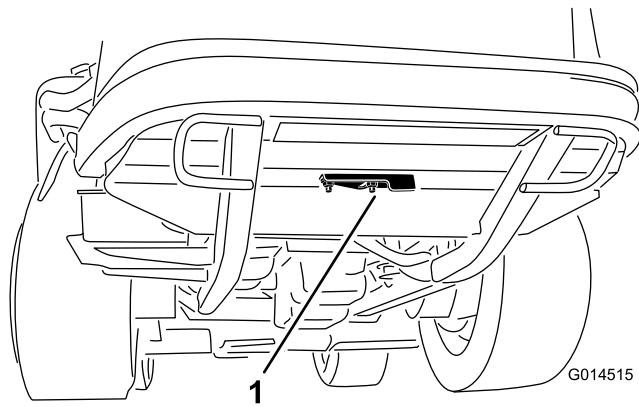

Figura 43
2. Desaperte a porca flangeada que prende a cobertura à parte inferior da estrutura traseira (Figura 43). Rode a cobertura para o lado para expor o furo de limpeza no chassis.